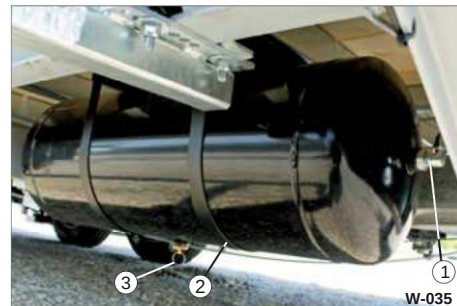

Fig. 35 Parte inferiore del telaio
- Controllare la tenuta dei collegamenti a vite (Fig. 35/1).
- Tubi e tubazioni danneggiati (Fig. 35/1)